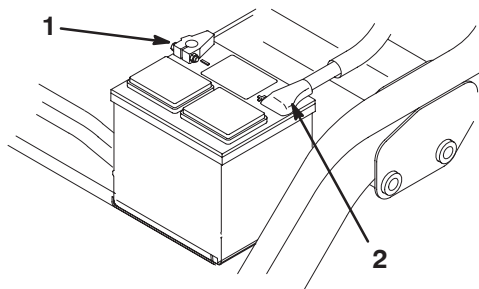

Figure 6
- Commencez par raccorder le câble positif (rouge) de la batterie à la borne positive (+) et le câble négatif à la borne négative (-), et serrez les colliers à l'aide des vis et écrous (Fig. 6). Placez le capuchon protecteur sur la borne positive pour éviter les courts-circuits.